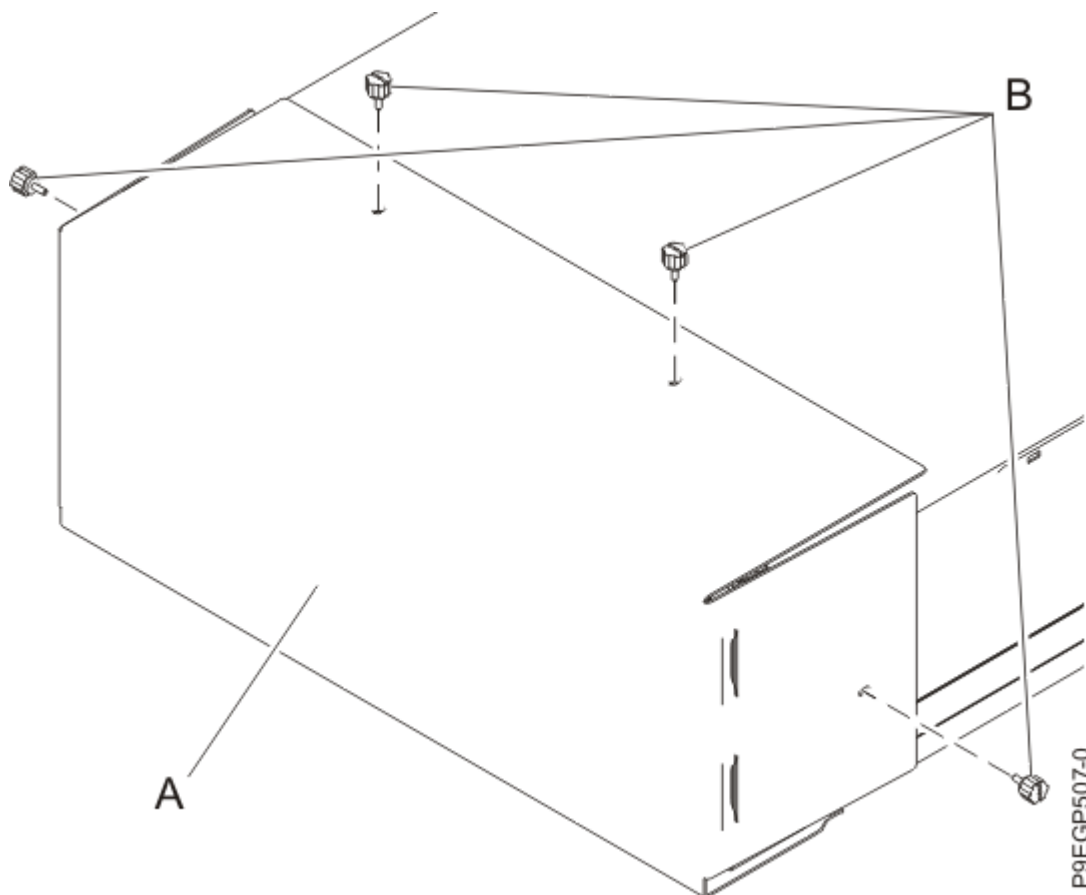

Figura 7. Scoaterea capacului de transport
2. Scoateți cele patru șuruburi cu cap striat (**B**) care fixează capacul pentru transport (**A**) în spatele sertarului, așa cum se arată în Figura 7 la pagina 11. Înlăturați capacul pentru transport.